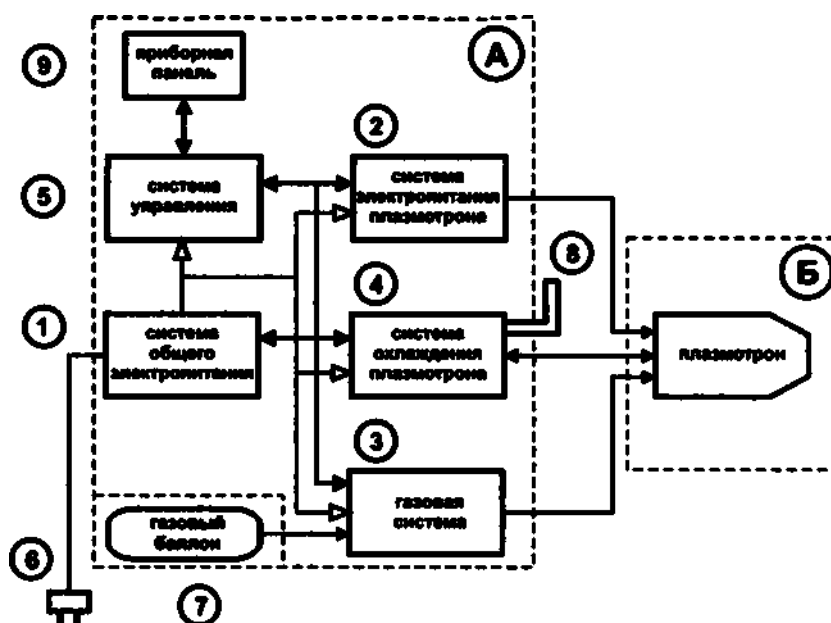
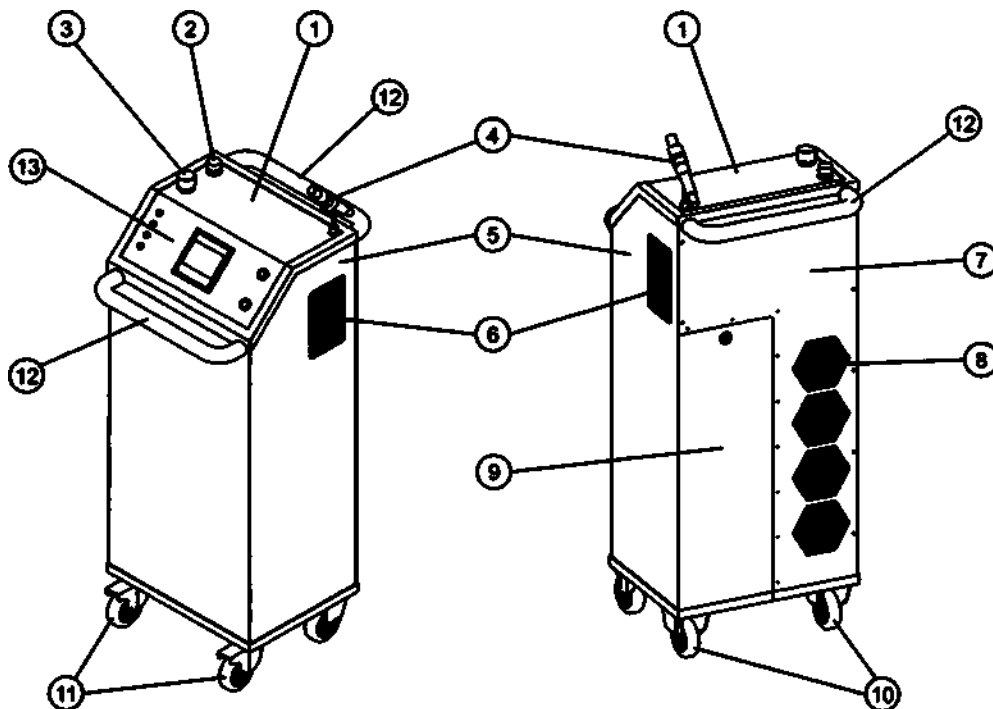
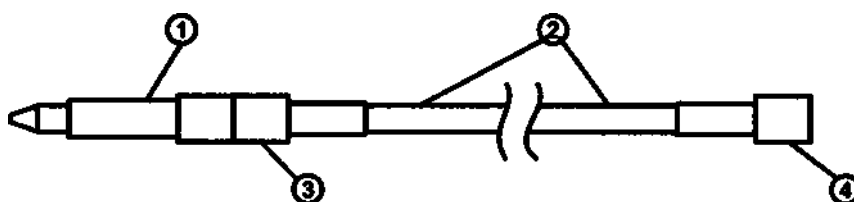

Рисунок 3. Структурная схема Установки
Рисунок 4. Общий вид стойки управления Установки
Рисунок 6. Плазмотрон с соединительным шлангом и разъемами.
5.1.1. Установка состоит из стойки управления с кабелем питания (А) и плазмотрона с соединительным шлангом (Б) (рис. 3).
- система общего электропитания (рис.3, поз.1),
- система электропитания плазмотрона (рис.3, поз.2),
- газовая система (рис.3, поз.3),
- система охлаждения плазмотрона (рис.3, поз.4),
- система управления Установкой (рис.3, поз.5).
5.1.3. Система общего электропитания обеспечивает преобразование электрической энергии от стандартной сети переменного напряжения ~220В в формы, необходимые для других систем Установки. Подключение в сеть осуществляется с помощью кабеля питания (рис.3, поз.6).
5.1.5. Газовая система обеспечивает подачу газа из газового баллона в плазмотрон с задаваемыми оператором параметрами с высокой точностью дозирования. Сменный газовый баллон (рис.3, поз.7) размещается внутри корпуса стойки управления. Доступ к нему осуществляется через люк в задней панели стойки управления.
дозаправки системы охлаждающей жидкостью (дистиллированной водой) через горловину (рис.3, поз.8), находящуюся на верхней панели стойки управления. Горловина закрывается металлической пробкой с внутренней резьбой и резиновым уплотнением.
Элементы индикации и управляющие органы системы управления Установки расположены на приборной панели (рис.3, поз.9).
5.1.9. На верхней панели стойки управления (рис.4, поз.1) находятся:
- заливная горловина системы охлаждения с пробкой (рис.4, поз.2),
- разъем для подключения соединительного шланга плазмотрона (рис.4, поз.3),
- кронштейн-держатель плазмотрона (рис.4, поз.4).
5.1.10. На правой панели стойки управления (рис.4, поз.5) находится декоративная решетка воздушного охлаждения системы электропитания плазмотрона (рис.4, поз.6).
5.1.11. На задней панели стойки управления (рис.4, поз.7) находятся:
- декоративная решетка (рис.4, поз.8) радиатора системы охлаждения плазмотрона,
- люк доступа к сменному газовому баллону с замком (рис.4, поз.9).
Два колеса, расположенные ближе к задней панели, являются неповоротными, без тормоза (рис.4, поз.10).
Два колеса, расположенные ближе к передней панели являются поворотными, что обеспечивает удобство позиционирования стойки. Возможность блокирования качения колес и их поворота обеспечивает надежную фиксацию стойки в выбранном месте (рис.4, поз.11).
5.1.13. На передней и задней панели стойки управления установлены ручки для транспортирования Установки (рис.4, поз.12).
5.1.14. Элементы управления и индикации состояния Установки находятся на приборной панели (рис.4, поз.13), которая находится с фронтальной стороны стойки управления и имеет наклон 45° по отношению к передней и верхней панели стойки в целях обеспечения удобства работы специалиста с Установкой как в сидячем, так и в стоячем положении.
5.1.15. Плазмотрон с соединительным шлангом (поз.Б, рис.3) является рабочим инструментом Установки (рис.6). Он обеспечивает проведение обработки ран и хирургических приемов в соответствии с п.2.2.
При проведении обработки ран или хирургического приема плазмотрон (рис.6, поз.1) находится в руках у специалиста.
Во все остальное время плазмотрон должен находиться в кронштейне-держателе (рис.4, поз.4), находящемся на верхней панели стойки управления (рис.4, поз.1) во избежание падения плазмотрона на твердый пол в операционной или процедурной и повреждения внутренней структуры.
5.1.15. Шланг (рис.6, поз.2) соединяющий плазмотрон и стойку управления, является сложной конструкцией. Он изготавливается из силикона и включает в себя:
Соединительный шланг подключается своими разъемами с одной стороны к разъему плазмотрона (неразъемное соединение) (рис.6, поз.3), с другой стороны к разъему, установленному на стойке управления (разъемное соединение) (рис.6, поз.4).
8.1.4. Отвернуть заглушку разъема для подключения соединительного шланга плазмотрона (поз.3, рис.4).
8.1.5. Отвернуть пробку заливной горловины системы охлаждения (поз.2, рис.4).
8.1.6. Установить на верхней панели стойки управления кронштейн-держатель плазмотрона (поз.4, рис.4) с использованием резьбового соединения.